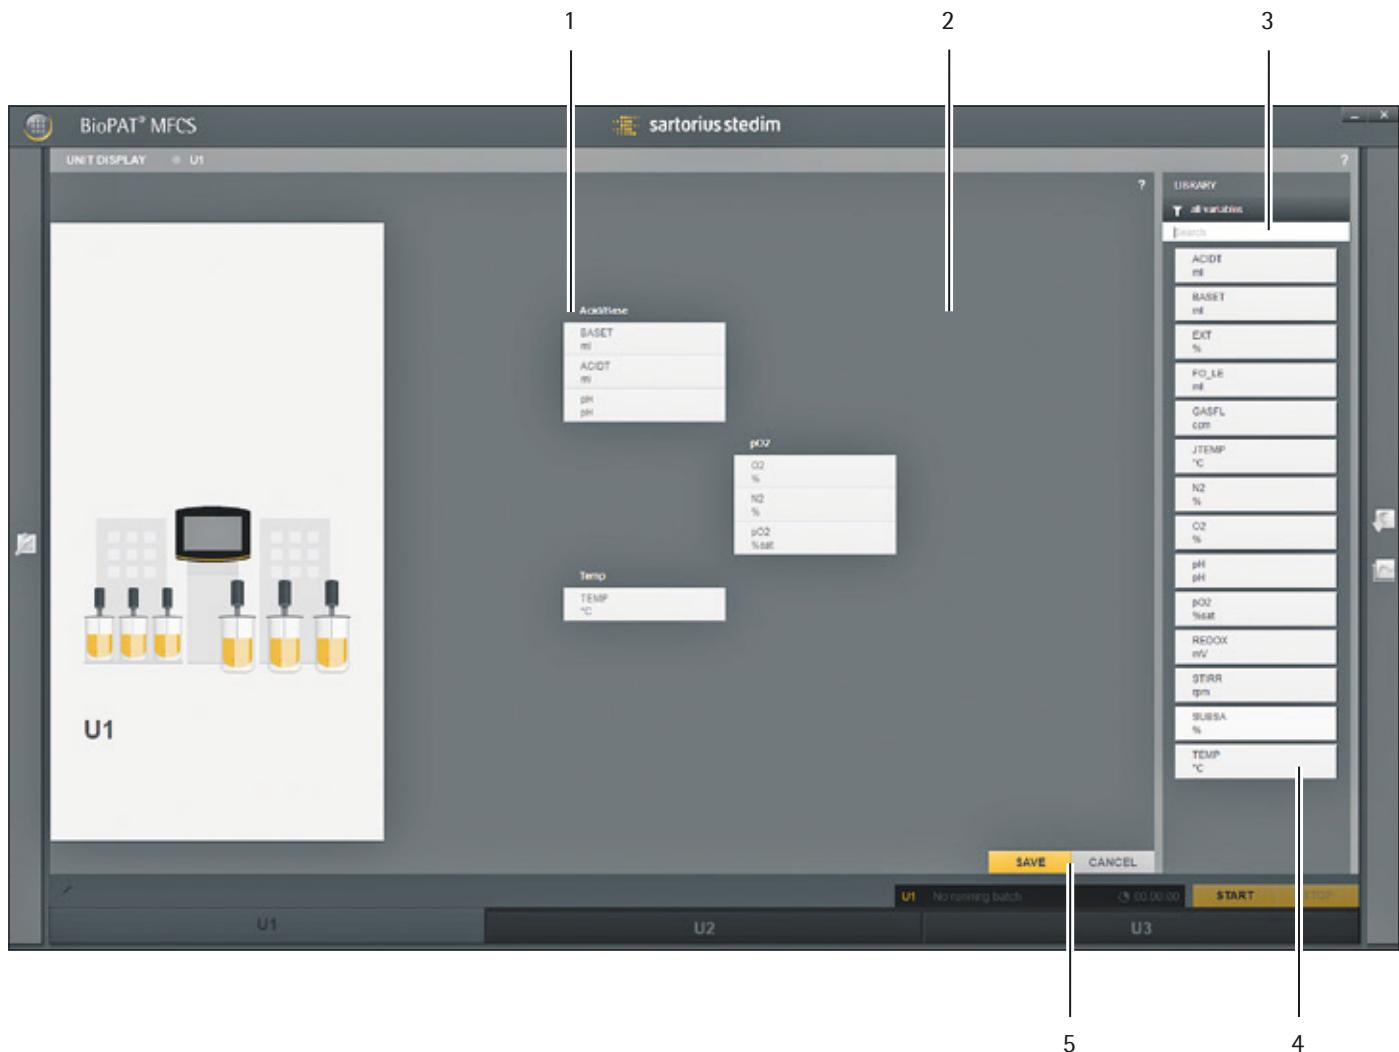

Abb. 6-10: Bearbeitungsmodus „UNIT DISPLAY“
- 5 Bearbeitungsmodus: Auswahl der Control Modules (siehe Abb. 6-10, Seite 85)
Im Bearbeitungsfenster (siehe Abb. 6-10, Seite 85) werden die Control Modules angezeigt. Der Umfang der Auswahl der Control Modules ergibt sich aus der Konfiguration für die entsprechende Unit.